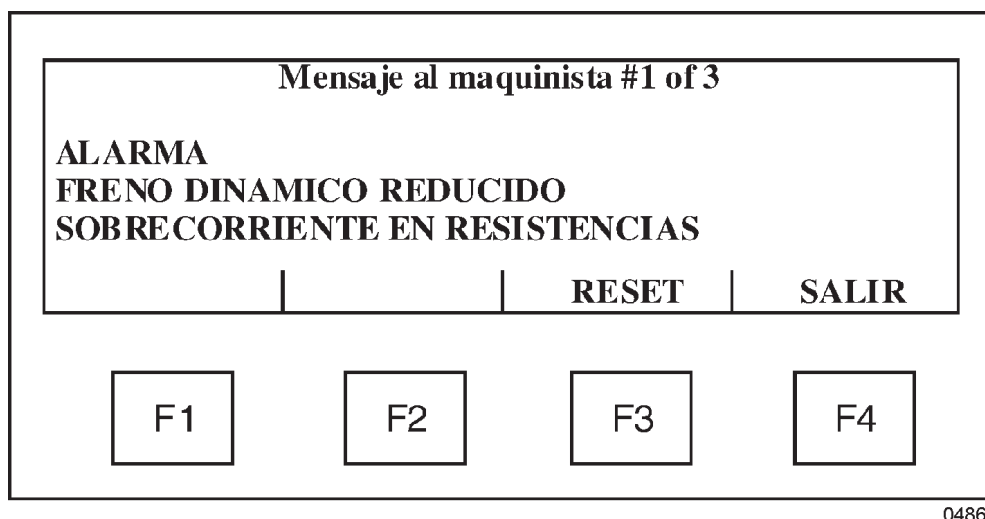

Figura 12-5. Mensaje típico al maquinista
2. Si hay mensajes de fallos no almacenados y hay mensajes activos dirigidos al personal de conducción, entonces el computador los visualizará en la pantalla de MENSAJES AL MAQUINISTA, según se muestra en la figura 12-5.
Un mensaje típico al maquinista se muestra en la figura 12-5, dónde un fallo por sobrecorriente en las resistencias de freno dinámico está anunciado por el mensaje FRENO DINÁMICO REDUCIDO - SOBRECORRIENTE EN RESISTENCIAS.